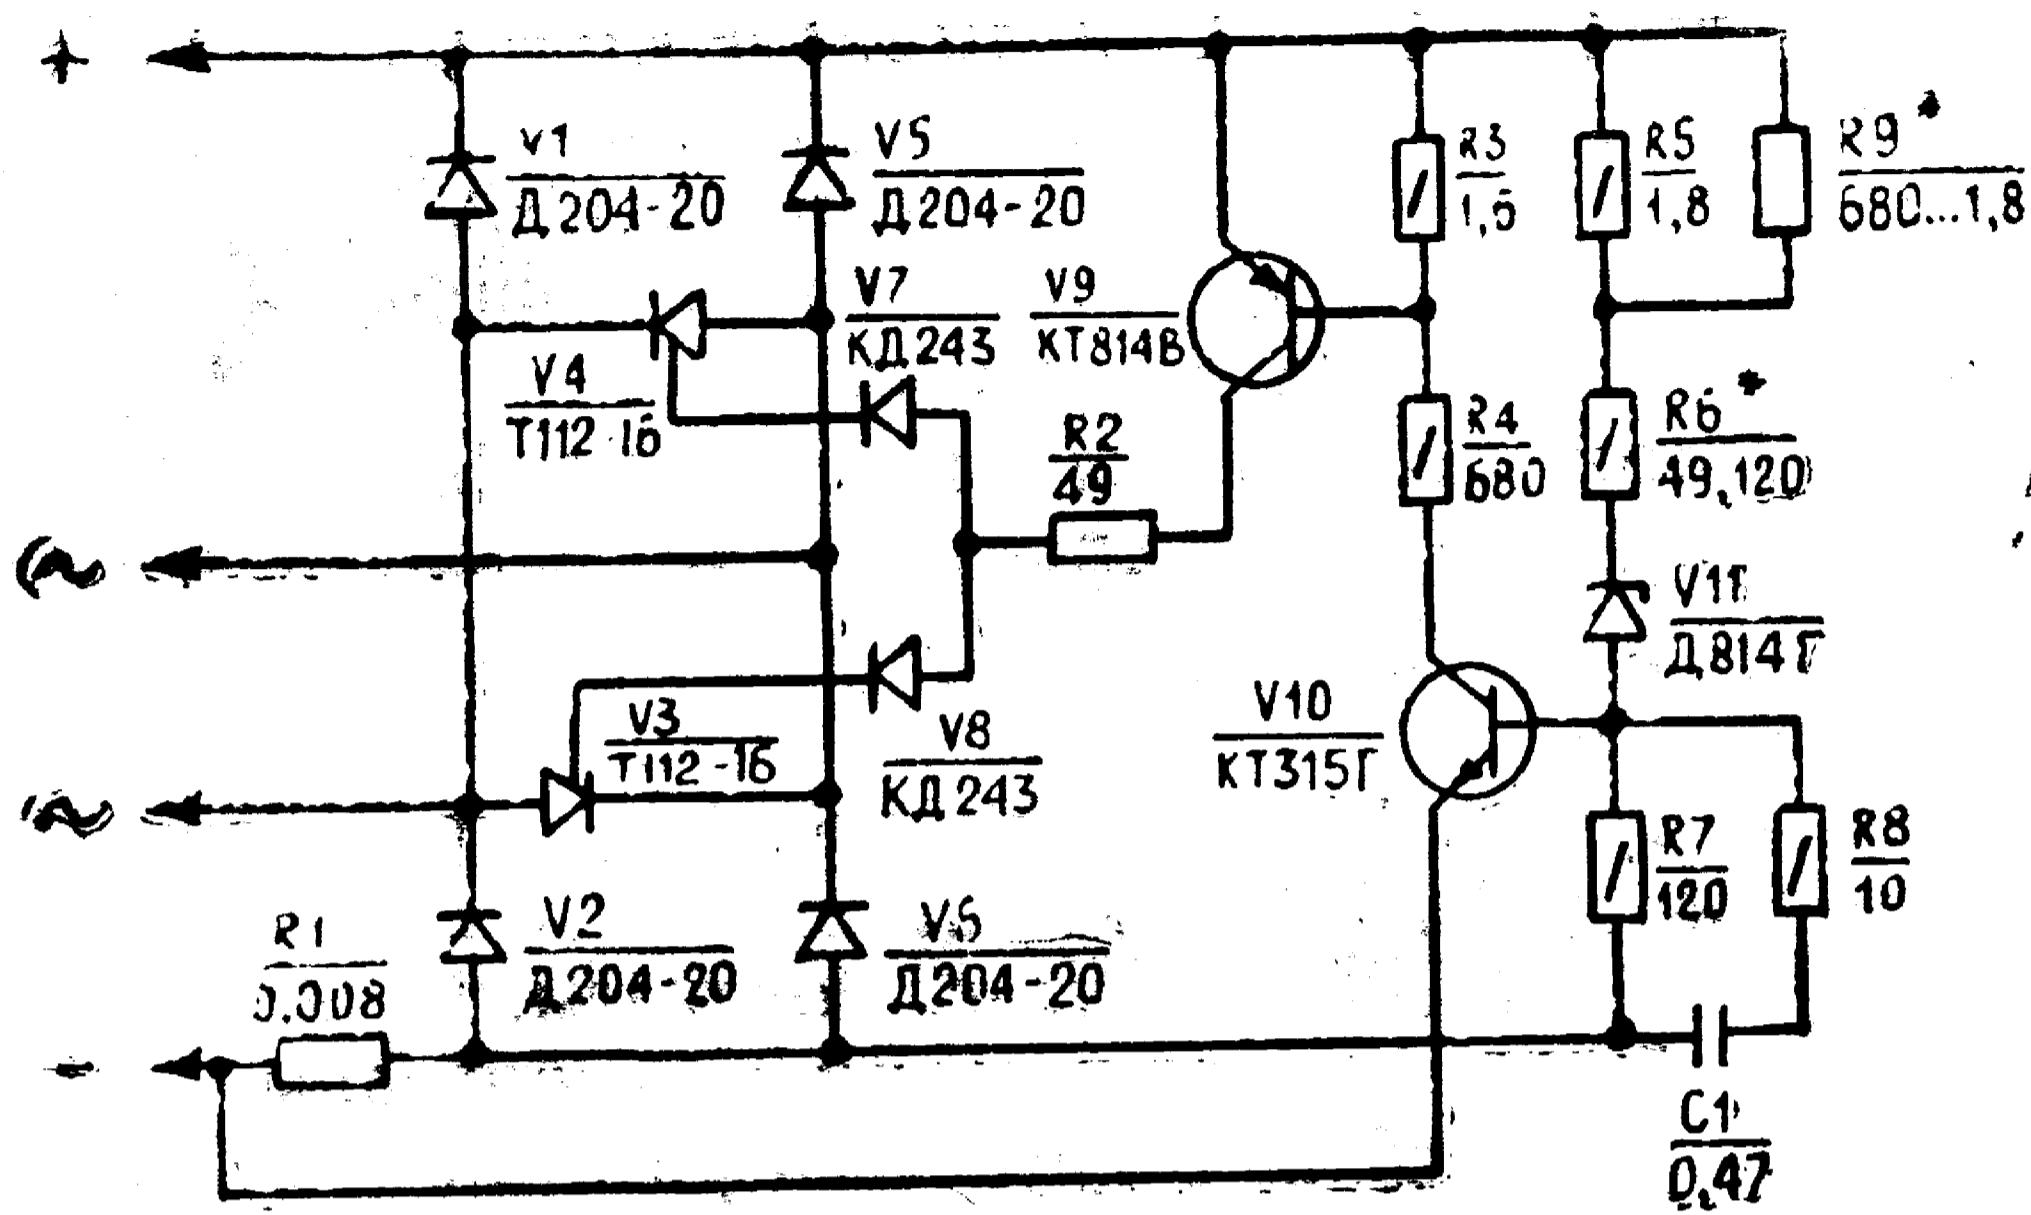

Рис. 31. Схема выпрямителя-регулятора напряжения БПВ 21-15
5.4.3. Выпрямитель-регулятор напряжения (рис. 31) или регулятор напряжения предназначен для выпрямления переменного тока генератора, поддержания напряжения генератора в заданных пределах и обеспечения